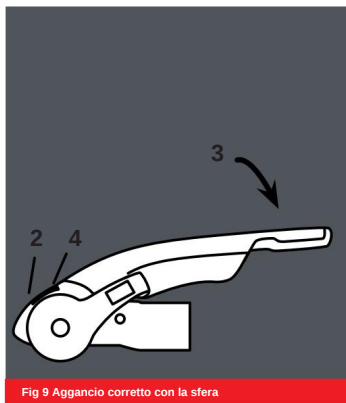
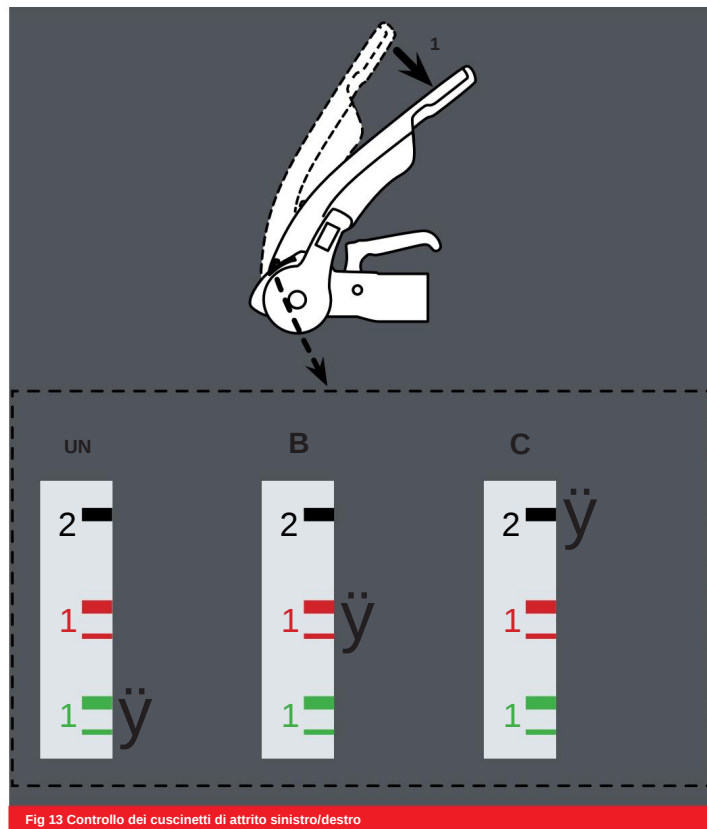

Fig 9 Aggancio corretto con la sfera
Fig 13 Controllo dei cuscinetti di attrito sinistro/destro
L'accoppiamento è correttamente agganciato quando il bordo verde del pulsante indicatore di sicurezza è visibile (Fig 9/Pos. 2).
Per azionare lo stabilizzatore (una volta agganciato alla sfera), semplicemente premere la leva stabilizzatrice fino in fondo (Fig 9/Articolo 3).
Per garantire che lo stabilizzatore sia accoppiato correttamente, controllare che la punta della freccia sia allineata con la linea nera contrassegnata con 2 (Fig 9 /Articolo 4 e Fig 13/C).
2. Spingere la leva stabilizzatrice (Fig 13/Articolo 1) verso il basso fino a si avverte resistenza (cioè i pattini di attrito sono in contatto con la palla ma non ancora sotto pressione).
3. Controllare la posizione della punta della freccia sul braccio dello stabilizzatore. Se è allineato con le due linee verdi significa che le pastiglie di attrito sono ancora come nuove (Fig 13/A).
4. Se la punta della freccia è allineata con le due linee rosse, allora il i pattini di attrito sono usurati e devono essere sostituiti immediatamente (Fig 13/B).
Quando la leva stabilizzatrice è applicata correttamente, la punta della freccia dovrebbe allinearsi con la linea nera contrassegnata con 2 (Fig 13/C).